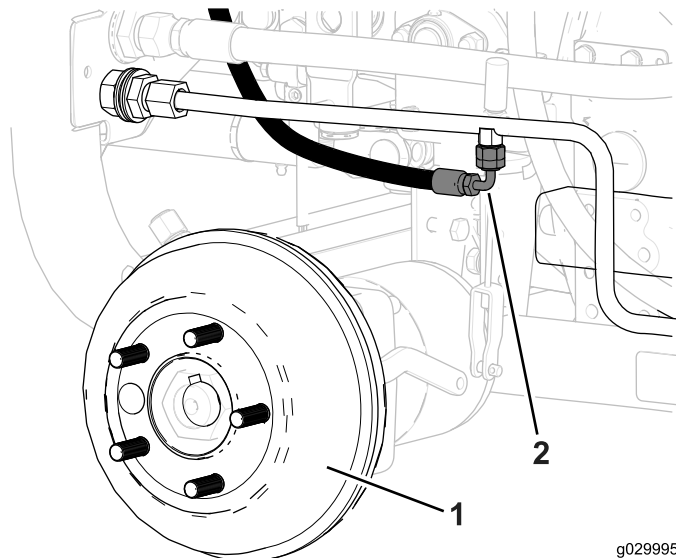

図 16
2. 長い油圧ホースのフィッティング90度を、油圧ラインのフィッティングに接続する 図 16。